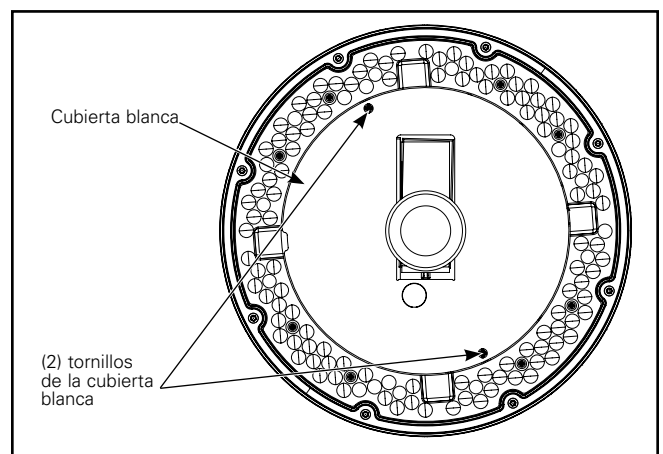

Figura 6.
- 2. Retire los 2 tornillos de la cubierta blanca que la sostienen (Figura 6). Reserve. No retire las cubiertas de la lente del LED.
- Vuelva a instalar la cubierta blanca y sus dos tornillos retirados en el paso 2 (Figura 6). Ajuste estos tornillos a 5 pulg.-lb (0,56 Nm).